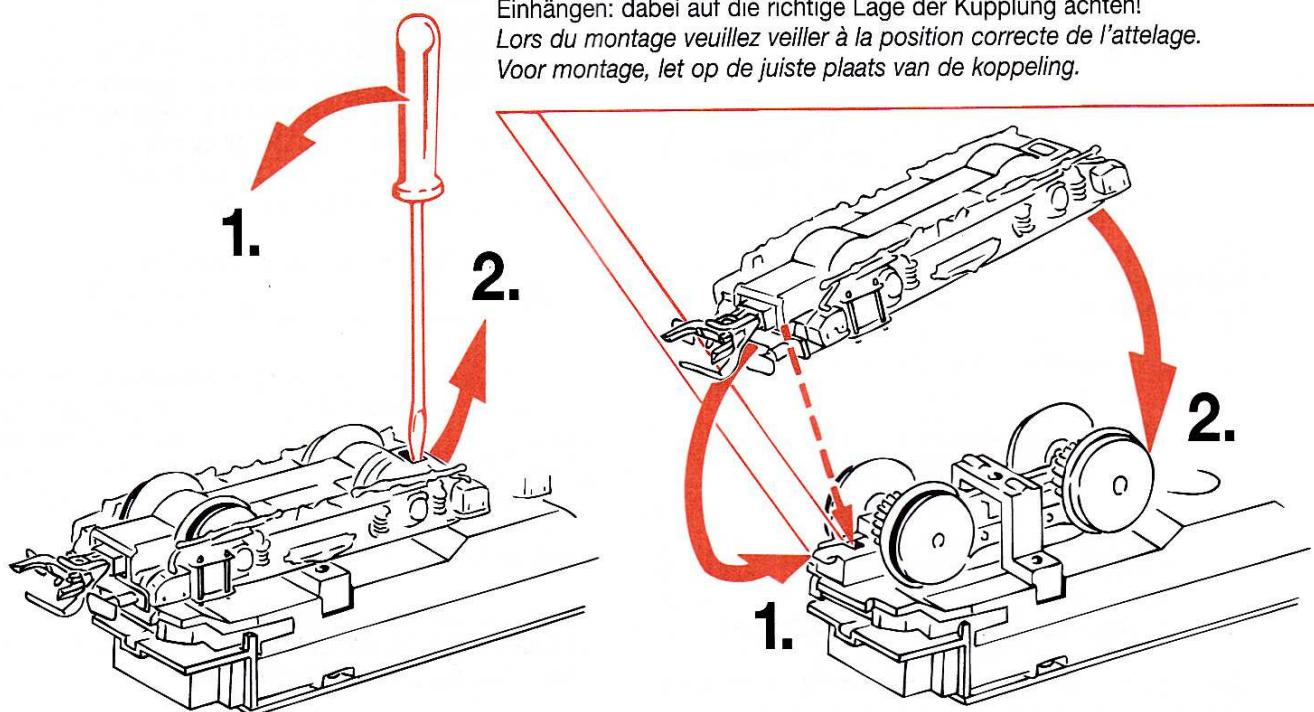

Fig. 9
3. Remplacement des ampoules: Veuillez démonter d'abord la caisse de votre locomotive (fig. 3), puis vous pouvez **échanger les ampoules** (voir fig. 9)